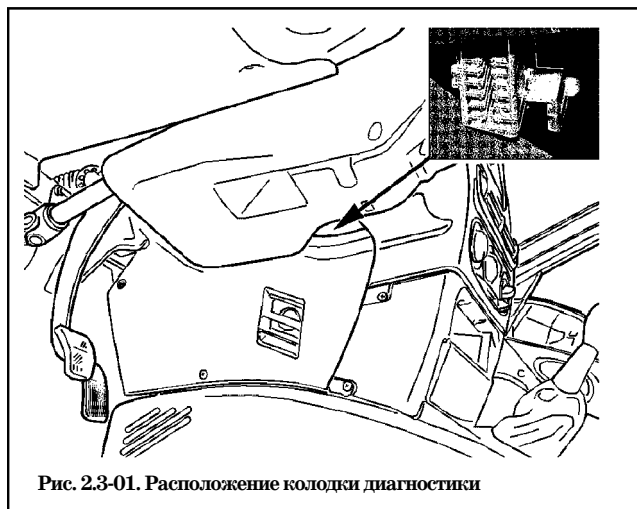

Рис. 2.3-01. Расположение колодки диагностики
5) обеспечение взаимодействия с диагностическим оборудованием. О наличии неисправности система бортовой диагностики сообщает включением сигнализатора. Затем система бортовой диагностики должна обеспечить при помощи специального оборудования получение диагностической информации, хранящейся в памяти контроллера. Для этого в системе управления двигателем организован последовательный канал передачи информации, в состав которого входят контроллер ЭСУД (в роли приемопередатчика), стандартизованная колодка для подключения диагностического прибора (рис. 2.3-01) и соединяющий их провод (K-линия). Помимо колодки стандартизованы также протокол передачи информации и формат передаваемых сообщений. Кроме получения информации о выявленных неисправностях и состоянии системы управления двигателем, система бортовой диагностики позволяет выполнить ряд проверочных тестов, управляя исполнительными механизмами.